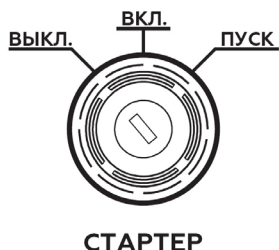
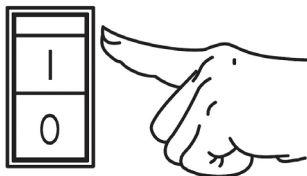

Рис. 13 Замок зажигания
Рис. 14 Выключатель зажигания
- Вставьте ключ в замок зажигания на панели управления и переведите ключ в положение «ВКЛ.» (Включено) (Рис. 13).
- Переведите ключ зажигания в положение «ПУСК» (Рис. 13) и удерживайте его. После запуска двигателя отпустите ключ зажигания, он автоматически встанет в положение «ВКЛ.».
- Вставьте ключ в замок зажигания на панели управления и переведите ключ в положение «ВКЛ.» (Включено) (Рис. 13). Для модели 1200,4500: переведите выключатель зажигания в положение «I» (Включено) (Рис. 14).